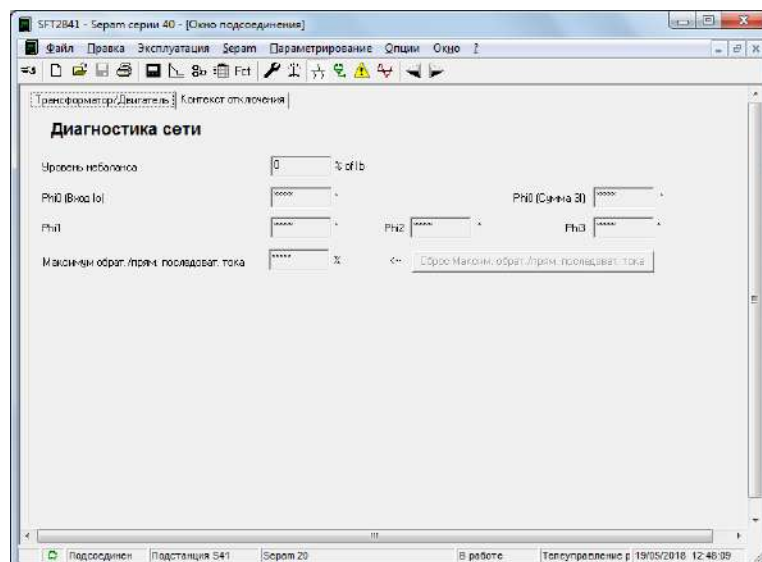

Рисунок 1.14 – Окно «Диагностика сети»
20. Иконка «Диагностика сети»  (рис. 1.14) контролирует отклонение входных параметров тока и напряжения, необходимых для нормальной работы устройств, параметры нулевой и обратной последовательности, состояние небаланса между фазами электрической сети.